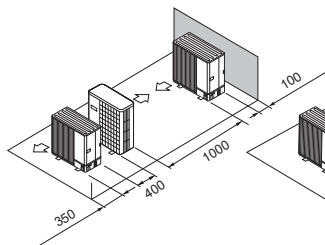

Abb. 2-19
- (5) Einzelanlagen in paralleler Anordnung (Abb. 2-19)